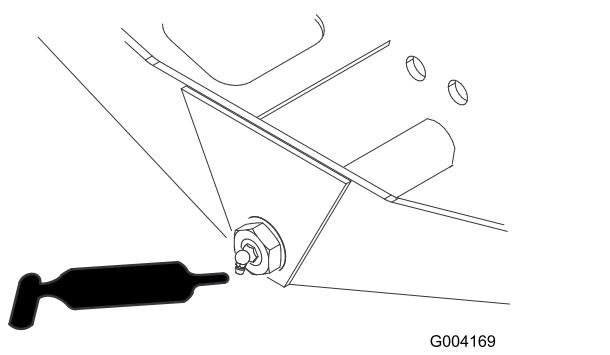

Bild 105
- Achsenlenkzapfen (1) (Bild 105)